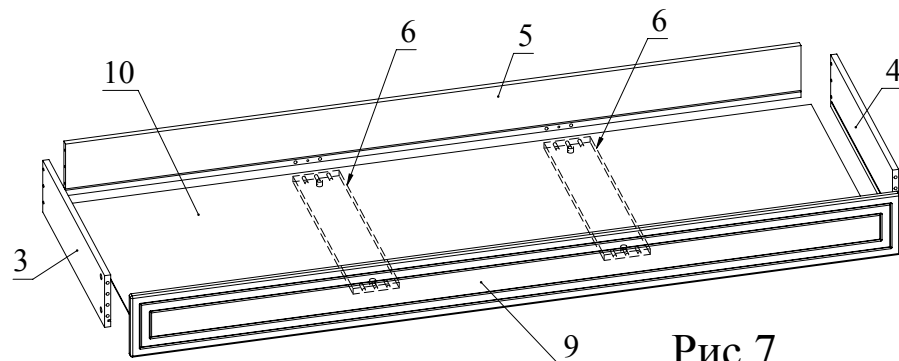

Рис.7
9. Соберите ящик. Соедините при помощи конфирматов детали 3, 4, 5. Установите детали 6 (2 шт.) на деталь 5 и зафиксируйте, повернув головки минификсов по часовой стрелке до упора. Вставьте дно ящика из ДВП в пазы деталей 3, 4, 5. Установите деталь 9 на детали 3, 4, 6 и зафиксируйте, повернув головки минификсов по часовой стрелке до упора (Рис. 7).